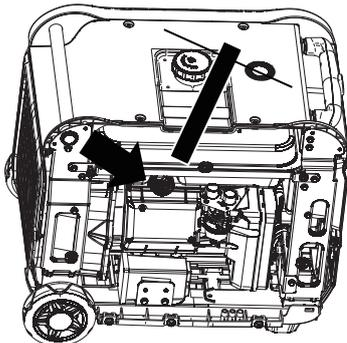

Figura 16: Remueva bujía con llave de tubo
6. Por medio de utilizar la llave de tubo de bujía provista, remueva la bujía de la cabeza de cilindro (vea la Figura 16).